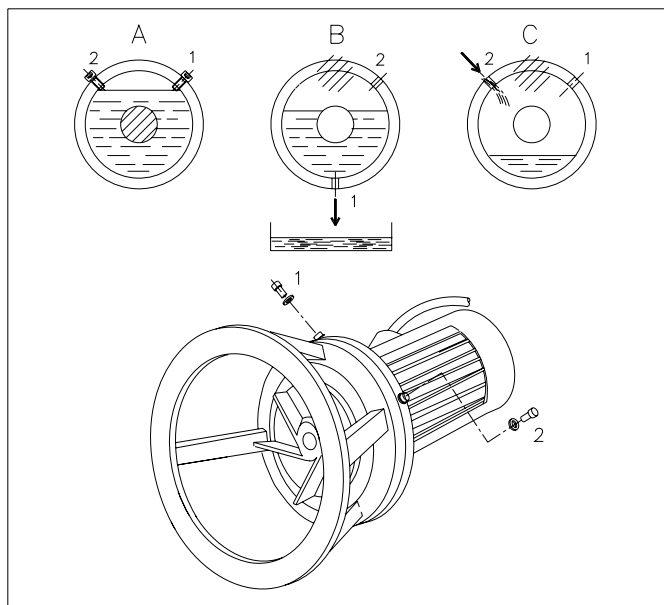

Fig. 6.4
Placez le mixeur en position horizontale afin que l'un des bouchons soit au dessus (voir fig. 6.4, position B). Dévissez l'évent (2). Placez une cuve de réception sous le drain (1). Retirez le bouchon et vidangez l'huile. Puis, tournez le mixeur afin que les deux trous soient au dessus (fig. 6.4, position C). Remplissez le réservoir d'huile. Le niveau d'huile doit atteindre le bord inférieur des trous (fig. 6.4, position A).